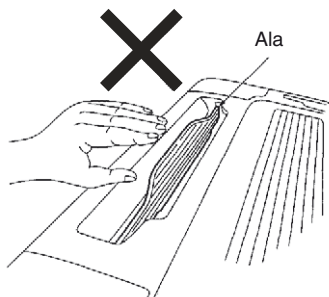

Fig. 7-2
- No toque la aleta ni la fuerce. (Fig. 7-2) (Esto podría provocar el mal funcionamiento de la aleta.)